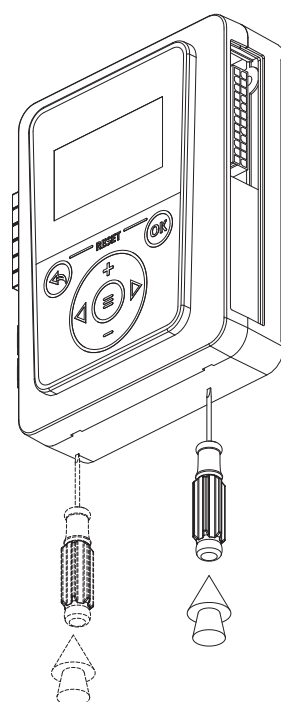

Рис.16 Демонтаж лицевой панели
2. снимите лицевую панель контроллера, ослабив защелки с помощью отвертки **(Рис.16)**;